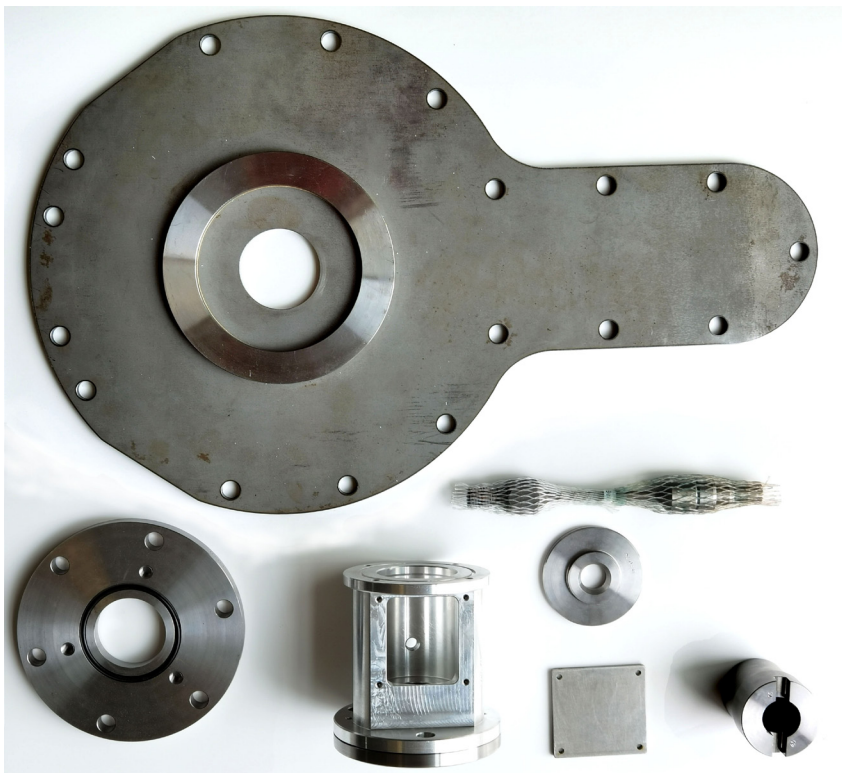

Fig. 3.4 Piezas mecánicas y cable ensamblado
**Atención** El adaptador está hecho a medida para cada tipo de motor (para un ejemplo, véase la Fig. 3.4); las piezas individuales no deben ser desmontadas por personal no cualificado/ que no forme parte de motcom. Los errores de alineación provocan un gran desgaste y los consiguientes daños. Como consecuencia, el eje y el SRE se dañan, lo que provoca el fallo del sistema BeCOMS®.